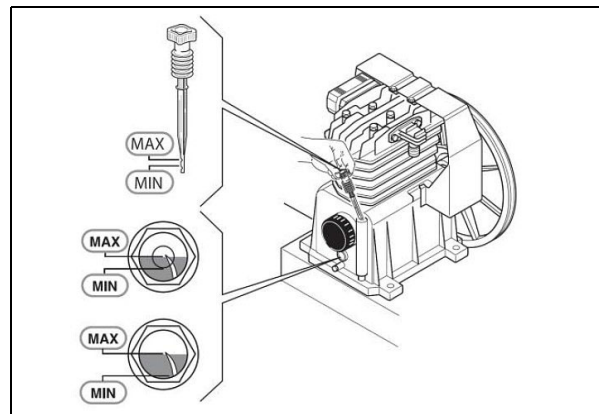

Abb. 4: Ölstand-Anzeige
Schritt 5: Den Verschluss vom Verdichter-Gehäuse abnehmen und den Ölstand-Prüfstab bzw. den Verschluss-Stopfen einstecken. Den Ölstand prüfen. Der Ölstand muss zwischen dem Höchst- und dem Mindestwert des Schaugla- ses bzw. des Ölmesstabs liegen (Abb. 4).